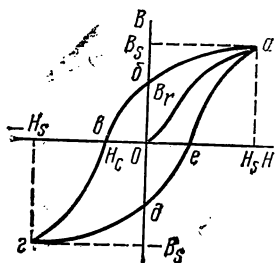
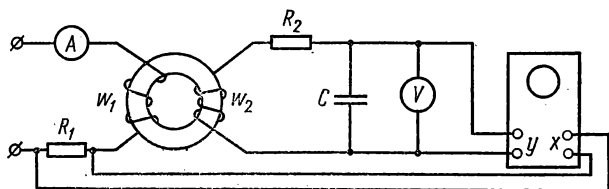

Рис. 2.41
Рис. 2.42
Свойства ферромагнитных веществ удобно выражать графически в виде основной кривой намагничивания и петли магнитного гистерезиса (рис. 2.41). Существует несколько способов получения этих графиков. В лабораторной работе используется способ с применением электронного осциллографа (см. рис. 2.42).
1. Собрать цепь (рис. 2.42), подготовить осциллограф к работе: